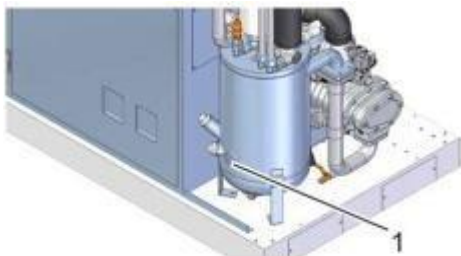

Рис. 32: Проверка уровня компрессорного масла через смотровое стекло
7. ➔ Проверьте уровень масла через смотровое стекло (Рис. 32 поз.1) и при необходимости долейте в соответствии с инструкциями, приведёнными в ☺ Разделе 7.4.2 «Проверка уровня / дозаливка компрессорного масла» на стр. 54.